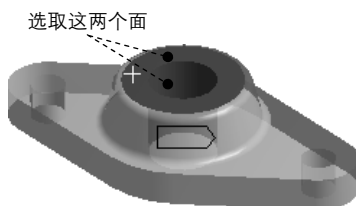

图 7.6.42 定义目标面
(2) 定义目标面。单击以激活 **Target** 后的文本框，选取图 7.6.42 所示的模型表面为目标面 (两个面)，单击 **Apply** 按钮。